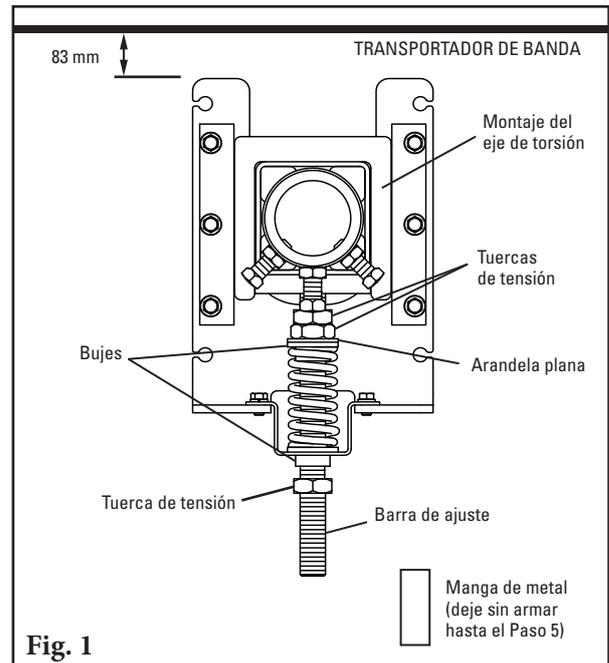

Fig. 1
1. **Libere la tensión del limpiador.** Afloje la contratuerca de tensión y la tuerca de tensión en todas las barras de ajuste hasta que las tuercas estén en las partes superiores de las barras de ajuste (Fig. 1).
- 1. Configure de nuevo el tensor estándar al estilo de empuje.** Quite las 3 tuercas de tensión, la arandela plana, los 2 bujes, el resorte, la manga y el soporte de sombrero; arme de nuevo (Fig. 1) con 2 tuercas de tensión, la arandela plana, 2 bujes, el resorte y el soporte de sombrero en el extremo superior de la barra de ajuste. Agregue la 3ra tuerca de tensión en la parte inferior de la barra de ajuste, esto actuará como un seguro para la manga.
- 2. Instale las bases de montaje del tensor.** Coloque las bases en la estructura o chute de manera que las partes superiores de las patas de la base estén 83 mm debajo de la banda (Fig. 1).